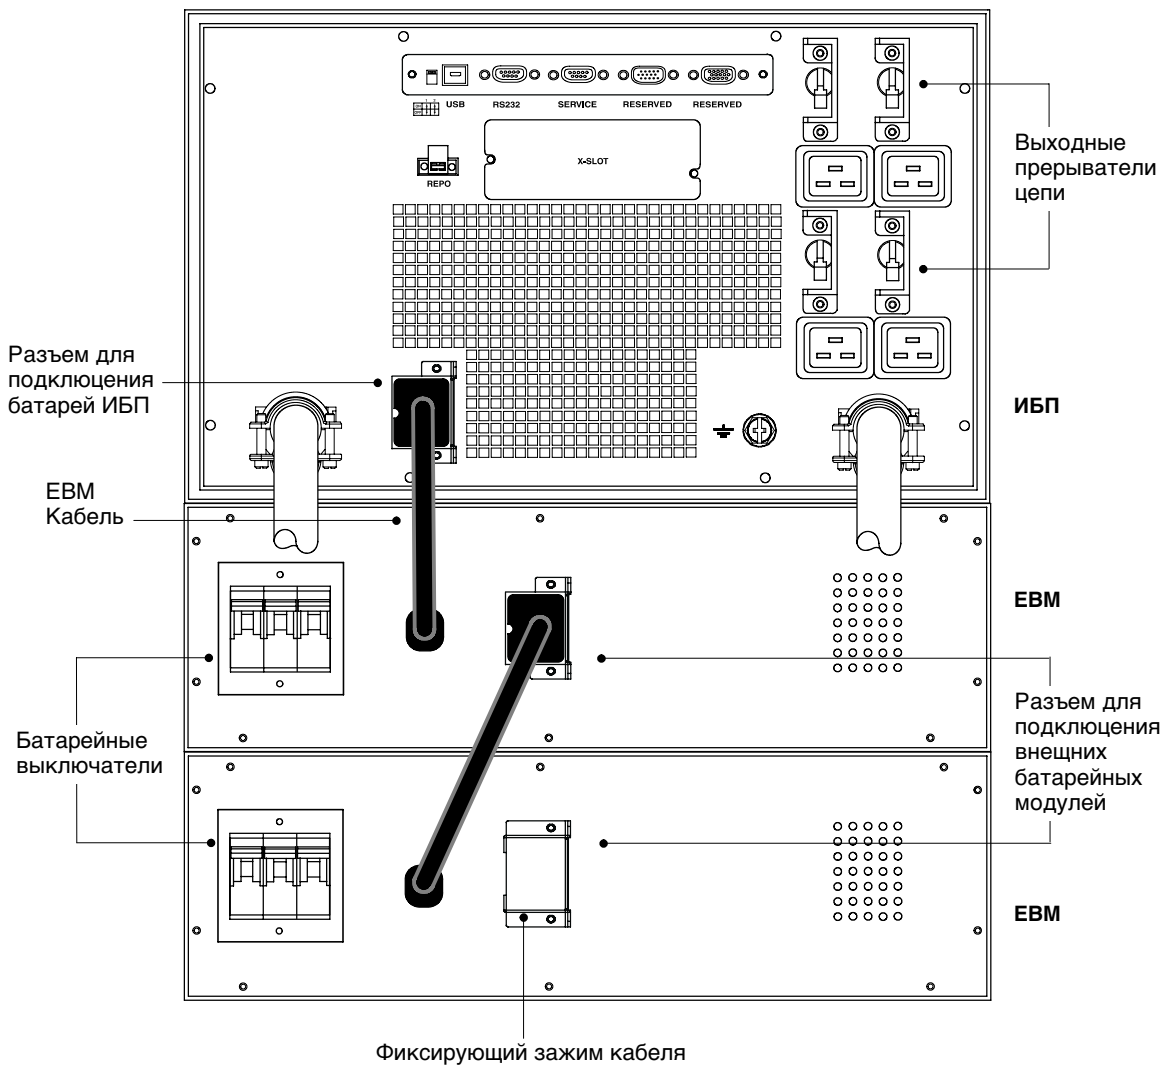

Рисунок 26. Стандартная установка EBM
- Убедитесь в том, что выключатели на задней панели ИБП находятся в выключенном положении [OFF (O)] — см. рис. 26 на стр. 22.
1. Убедитесь, что все выключатели цепи находятся в выключенном [OFF (O)] положении (см. рис. 26).
4. Вставьте кабель дополнительного батарейного модуля (одного или нескольких) в батарейный разъем как показано на рис. 26. Допускается подсоединение к ИБП до 4-х дополнительных батарейных модулей.